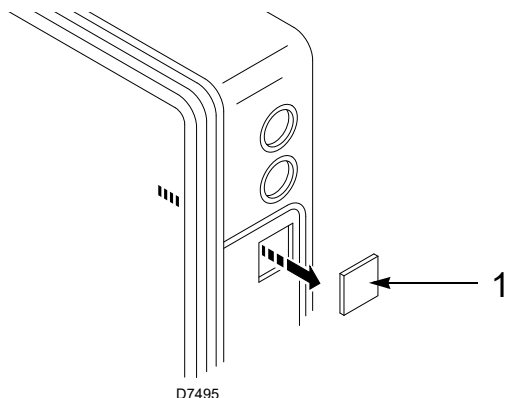

Fig. 1
- Togliere il rettangolo pretranciato 1)(Fig. 1), situato nello scudo anteriore del bruciatore prestando attenzione al frutto XP2 situato all'interno.